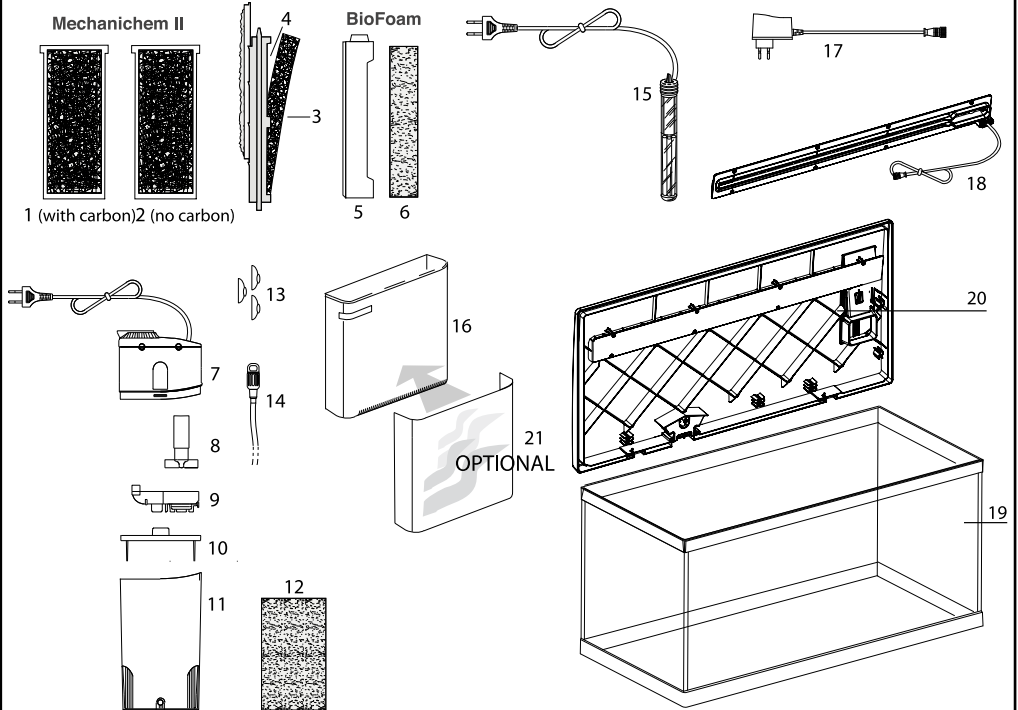

Fig. 2
8) I cavi di alimentazione dovrebbero essere inseriti nella presa di corrente in modo tale che un punto del cavo formi un'ansa ad un livello inferiore rispetto alla presa di corrente. Questo evita che gocce d'acqua, seguendo il cavo, possano entrare nella presa (fig. 2).